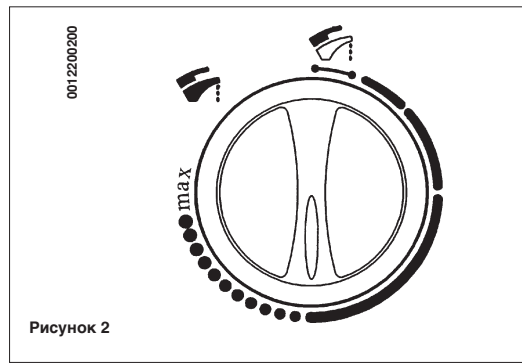

Рисунок 2
Если ручка (13) устанавливается в положение (рис. 2), система предварительного нагрева имеющейся в микроаккумуляторе воды не включается. В данном случае обеспечивается постоянная температура хозяйственной воды в 50°C. При ручке (13) в любом другом положении, включается система предварительного нагрева. Газовый клапан оснащен электронным устройством модуляции пламени в зависимости от положения ручки регулировки температуры хозяйственной воды (13) и от отбираемого количества воды.